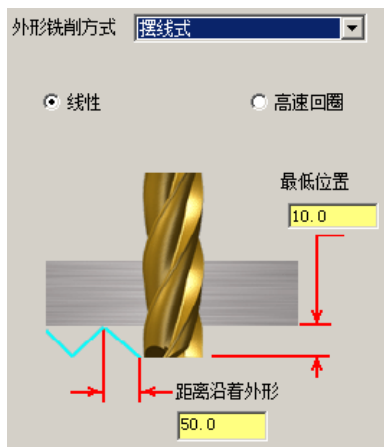

图 9.2.14 “摆线式”参数设置区域
- ☒ **摆线式** 选项：该选项一般用于沿轨迹轮廓线进行铣削。用户选择该选项后，其下会出现图 9.2.14 所示的参数设置区域，可对相应的参数进行设置。